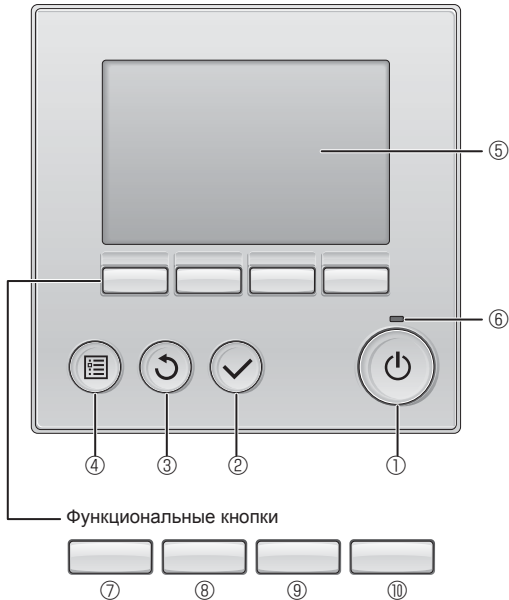

Fig. 6-1
6.2.1. С использованием проводного пульта дистанционного управления (Fig. 6-1)
- ① **Кнопка [ВКЛ/ВЫКЛ]**